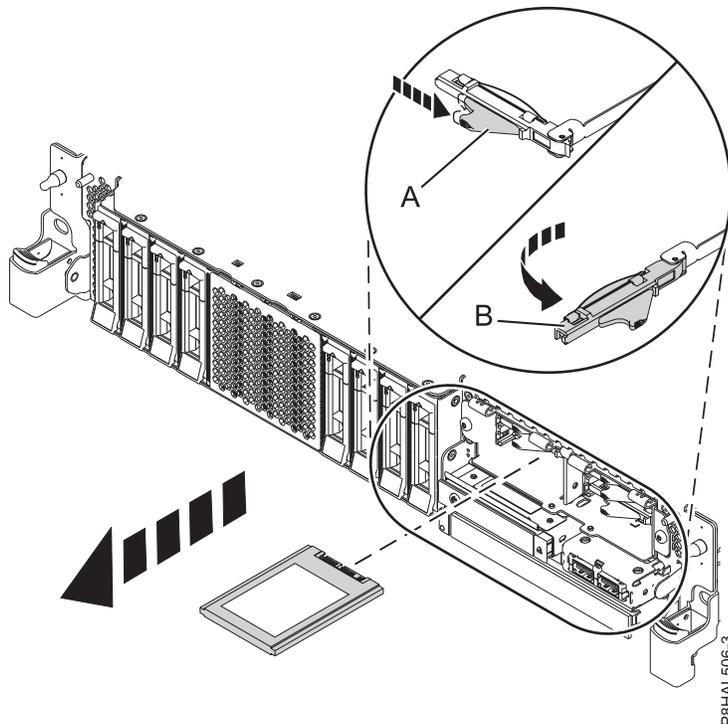

Figura 65. Extracción de una SSD de un sistema de función ampliada
14. Cuando se encienda el LED de identificación con una luz fija, desbloquee el asa de la bahía de unidad (B) presionando el pestillo del asa (A) en la dirección mostrada y tirando del asa de la bahía de unidad (B) hacia usted, como se muestra en la Figura 65 en la página 70. Si el asa no está extendida del todo, la unidad de estado sólido no se puede deslizar hacia fuera del sistema.